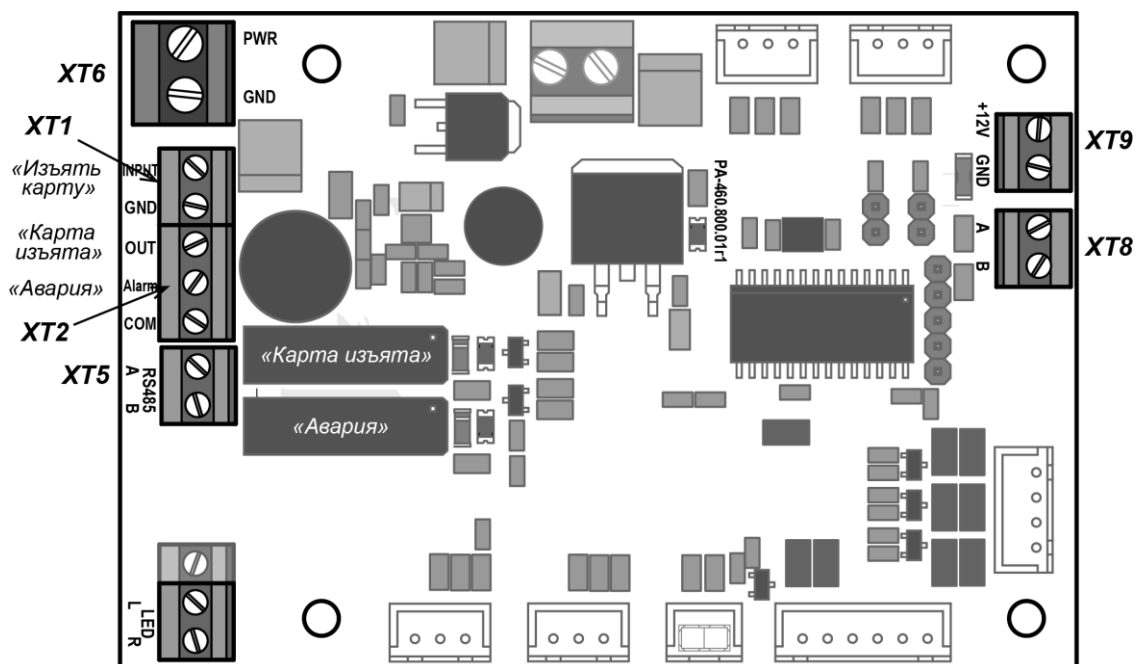

Рисунок 2. Внешний вид платы управления картоприемника
3. Если предъявленная карта является временной картой посетителя и требует изъятия, то контроллер СКУД подает управляющий сигнал на вход платы управления картоприемника «*Изъять карту*» (контакт *INPUT XT1*, см. рис. 2). Подсветка щели для приема карт перейдет в режим мигания с частотой 2 раза в секунду, указывая на то, что карта подлежит изъятию.
5. При падении карты в контейнер второй оптический датчик фиксирует факт изъятия карты. В этом случае картоприемник закрывает шторку, подсветка щели для приема карт вновь становится постоянной. Одновременно с выхода платы управления картоприемника «*Карта изъята*» (контакт *OUT XT2*, рис. 2) подается управляющий сигнал, являющийся для контроллера СКУД подтверждением разрешения прохода. По данному сигналу контроллер СКУД разрешает проход в данном направлении (подает соответствующий сигнал на механизм управления турникетом) и после прохода через турникет снимает сигнал «*Изъять карту*». По снятию сигнала «*Изъять карту*» картоприемник снимает сигнал «*Карта изъята*».
6. Третий оптический датчик картоприемника отслеживает факт заполнения контейнера картоприемника. При его заполнении картоприемник передает в контроллер СКУД сигнал «*Авария*» (контакт *Alarm XT2*, рис. 2), подсветка приемной щели картоприемника перейдет в режим мигания с частотой 1 раз в 2 секунды, тем самым предупреждая о необходимости освободить контейнер от изъятых карт. Если контейнер не освобождается, то после приема еще 9 карт работа картоприемника блокируется, подсветка приемной щели гаснет. Разблокировка картоприемника происходит автоматически после освобождения контейнера от карт (порядок выемки и установки контейнера приведен в п. 4.3). Также сигнал «*Авария*» подается в контроллер СКУД при возникновении неисправностей механизма картоприемника.
Внешний вид платы управления картоприемника показан на рис. 2. На плате расположены клеммные колодки: